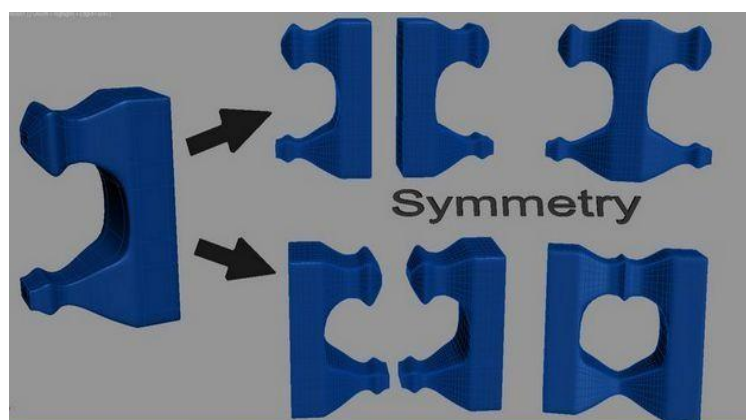

Рисунок 70. Применение модификатора Symmetry 5.TurboSmooth.
4. Symmetry. Создает плоскость отражения. Плоскость передвигается в любом направлении (Рисунок 70).